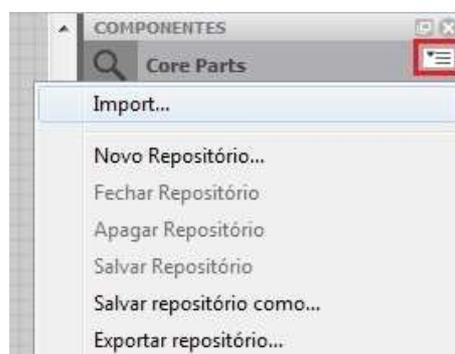

Figura D.17: Opção “Import...” para adicionar o novo componente
7. No Fritzing, clique no botão de opções da janela "Componentes" e selecione “Import...” para adicionar o novo componente, como mostra a Figura D.17